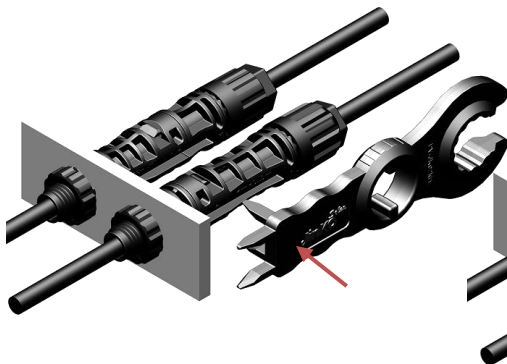

Figure 22
- ◇ 使用组装机带有插销的一端插入连接器的卡扣位置（如图 22）
Insert the forks into the buckle of the connector by the assembly tool. (Fig. 22)